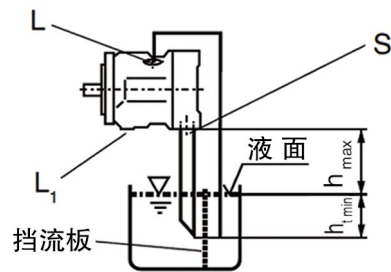

图 4
b) 当油箱的最低液面低于泵的顶部时，将泄油口“L₁”堵住，泄油口“L”、进油口“S”的配管要求参见图 4，注意 $h_{\text{min}}=200\text{mm}$ ， $h_{\text{max}}=500\text{mm}$
a) 安装在油箱上，泄油口“L”及进油口“S”配管请参见图 4。